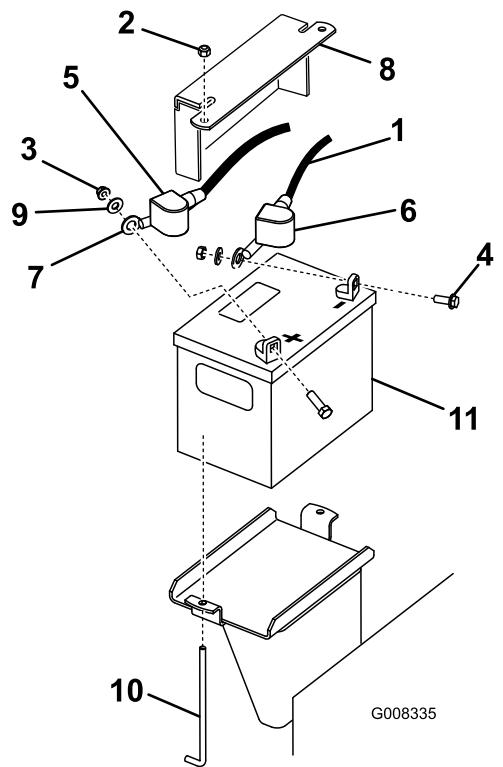

図 53
3. マイナスケーブルのゴムカバー黒を外す。バッテリーのマイナス - 端子から、マイナスケーブルを外す図 53。
- プラス端子赤色から赤いゴムカバーを外す。赤いプラス+ケーブルを取り外す図 53。
- バッテリーを固定している押さえ板、Jボルト、ロックナットを外す 図 53。バッテリーの取り外し。
- 先ほど取り外したねじ類を再使用して、プラスケーブル赤いケーブルをバッテリーのプラス端子に取り付ける図 53。
- 先ほど取り外したねじ類を再使用して、マイナスケーブル黒いケーブルをバッテリーのマイナス-端子に取り付ける図 53。
- 押さえ棒と蝶ナットでバッテリーを固定する図 53。